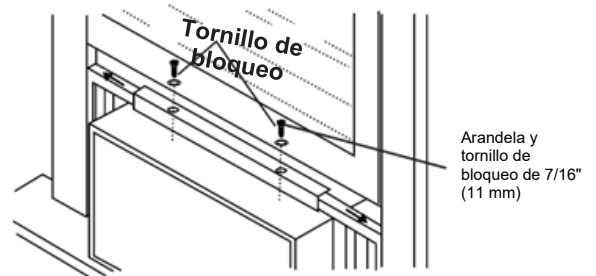

Figura 17
2. Extienda los paneles para rellenar la apertura de la ventana por completo. Ajuste los tornillos de bloqueo en la parte superior (Figura 17).